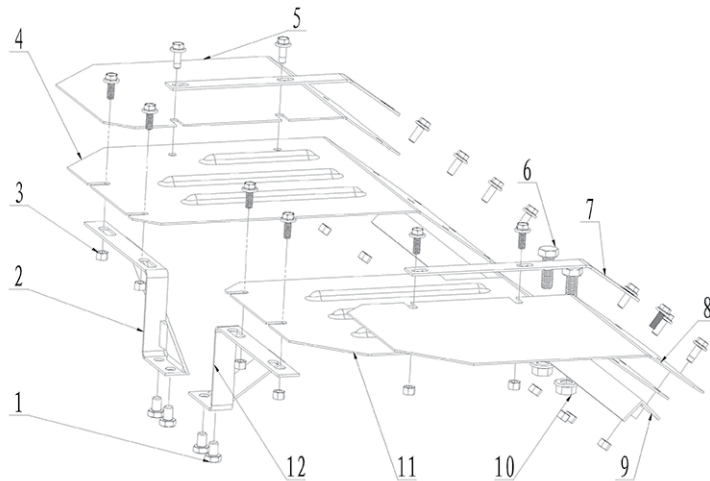

рис.6
3.1 Установка брызговиков (см.рис.6)
- прикрутить двумя болтами (рис.6 поз.6) уголок (рис.6 поз.9) к основанию культиватора;
- закрепить на основании четырьмя болтами (рис.6 поз.1) два кронштейна (рис.6 поз.2 и
- прикрутить нижние брызговики (рис.6 поз.4 и 11) к уголку и кронштейнам;
- наложить на нижние брызговики верхние (рис.6 поз.5 и 8), совместив крепёжные отверстия;
- наложив сверху пластины (рис.6 поз.7), скрепить брызговики болтами.